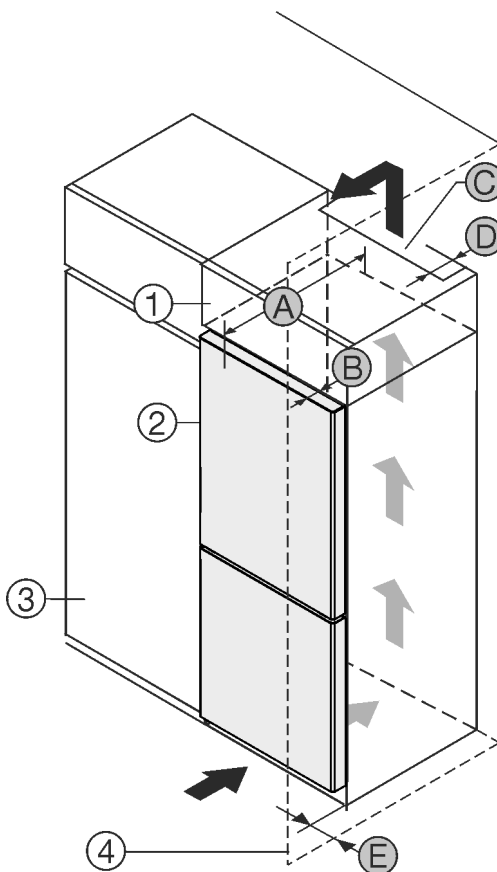

Fig. 1
- (1) Nadstavná skrinka*
- (2) Zariadenie*
- (3) Kuchynská skriňa*
- (4) Stena*
- (A) Hĺbka zariadenia*
- (B) Hĺbka dvier*
- (C) Prierez vetracieho otvoru*
- (D) Vzdialenosť zadnej strany zariadenia*
- (E) Vzdialenosť od boku zariadenia*
Zariadenie môžete inštalovať priamo vedľa kuchynskej skrine Fig. 1 (3)*
Na zadnej strane nadstavnej skrine musí byť vetracia šachta s hĺbkou *Fig. 1 (D)* cez celú šírku nadstavnej skrine.*
Pod stropom miestnosti sa musí dodržať prierez vetracieho otvoru *Fig. 1 (C)*.*
Ak zariadenie nainštalujete so závesmi vedľa steny *Fig. 1 (4)*, tak vzdialenosť medzi zariadením a stenou musí byť minimálne 13 mm.*
Ak zariadenie nainštalujete so závesmi vedľa steny *Fig. 1 (4)*, tak vzdialenosť medzi zariadením a stenou musí byť minimálne 20 mm.*
Aby ste mohli dvere úplne otvoriť, zariadenie musí vyčnievať o hĺbku dverí *Fig. 1 (B)* prednej časti kuchynskej skrine. V závislosti od hĺbky kuchynských skrií *Fig. 1 (3)* a použitia dištančných držiakov na stenu môže zariadenie prečnievať ešte viac.*